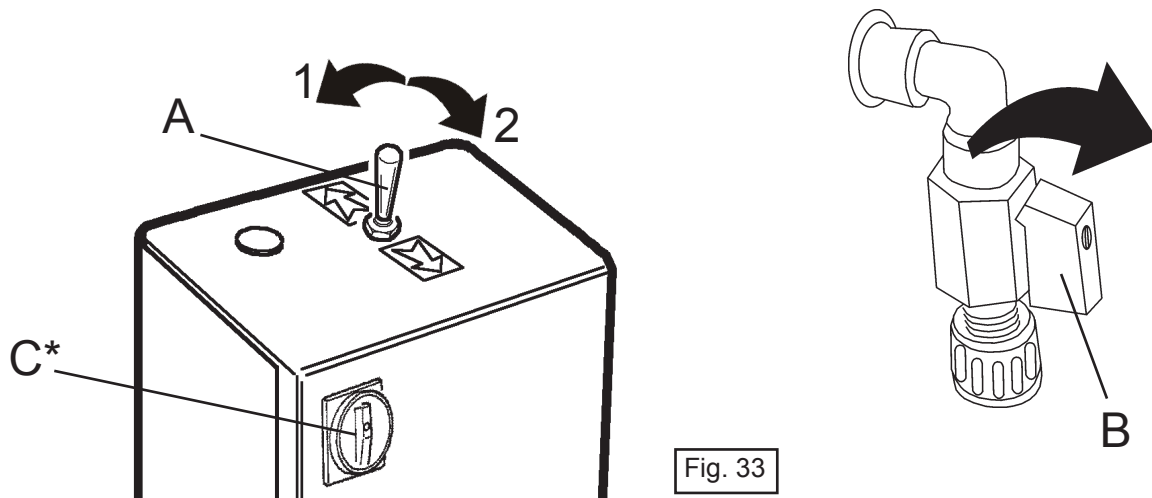
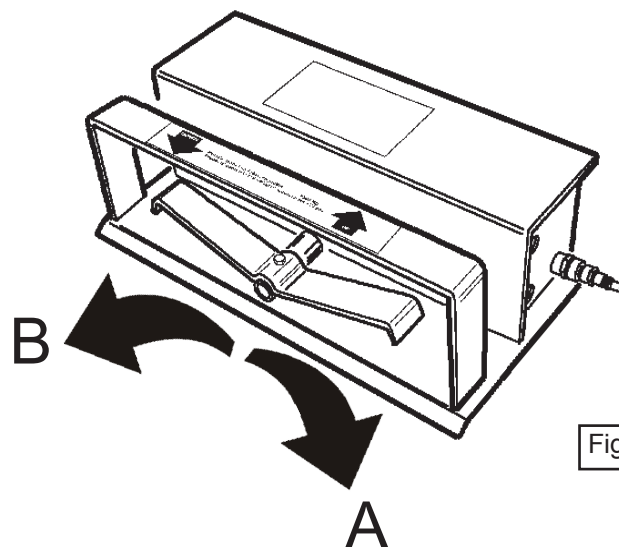

Fig. 33
Fig. 34
- Geef een enkele korte boost aan de stijgcilinder en zorg ervoor dat de kruk draait en de brug omhoog gaat. (afb. 33 pag. 28)
- Til de lift op tot het einde van de slag door de klimbediening [A] in Afbeelding 33 op pagina 28 gedurende 3-4 seconden ingedrukt te houden, om de afvoer van restlucht uit het hydraulische circuit te vergemakkelijken.
1) Beschrijving van het bedieningspaneel (fig. 33):
2) Beschrijving van de bedieningsorganen van het pedaal (fig. 34):
- Druk op de STIJGKNOP [A1 in Afbeelding 33 of A in Afbeelding 34]
- Druk op de DAALKNOP [A2 in Afbeelding 33 of B in Afbeelding 34] om de lift te laten zakken.